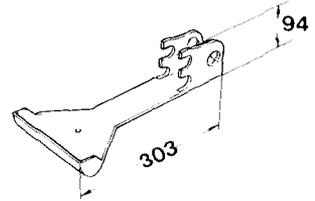

Fig. 22a
- b) Bremshebel (Fig. 22a) für Kombinationen mit Rüttelegeren RE/REV 30.